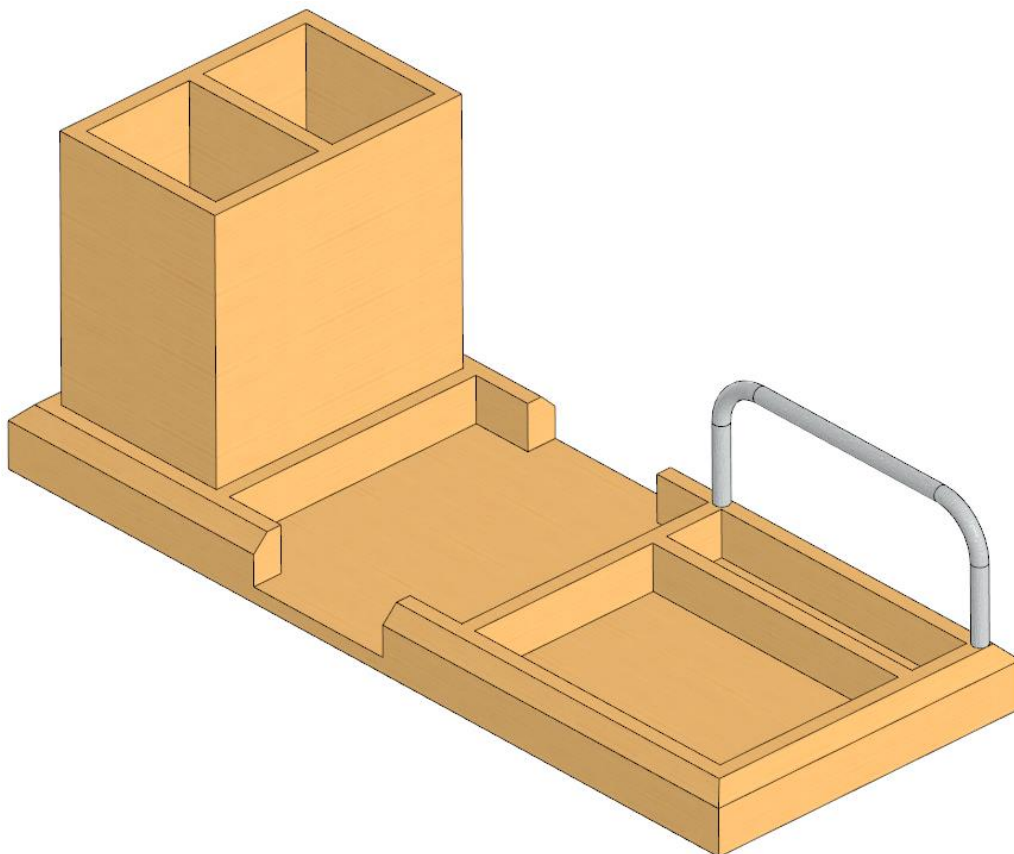

Рис.1. Канцелярский органайзер в собранном виде
**Объект:** «Канцелярский органайзер». Необходимо создать объект, отличающийся от образца (см. рис. 1, 2) как по дизайну, так и по цвету.